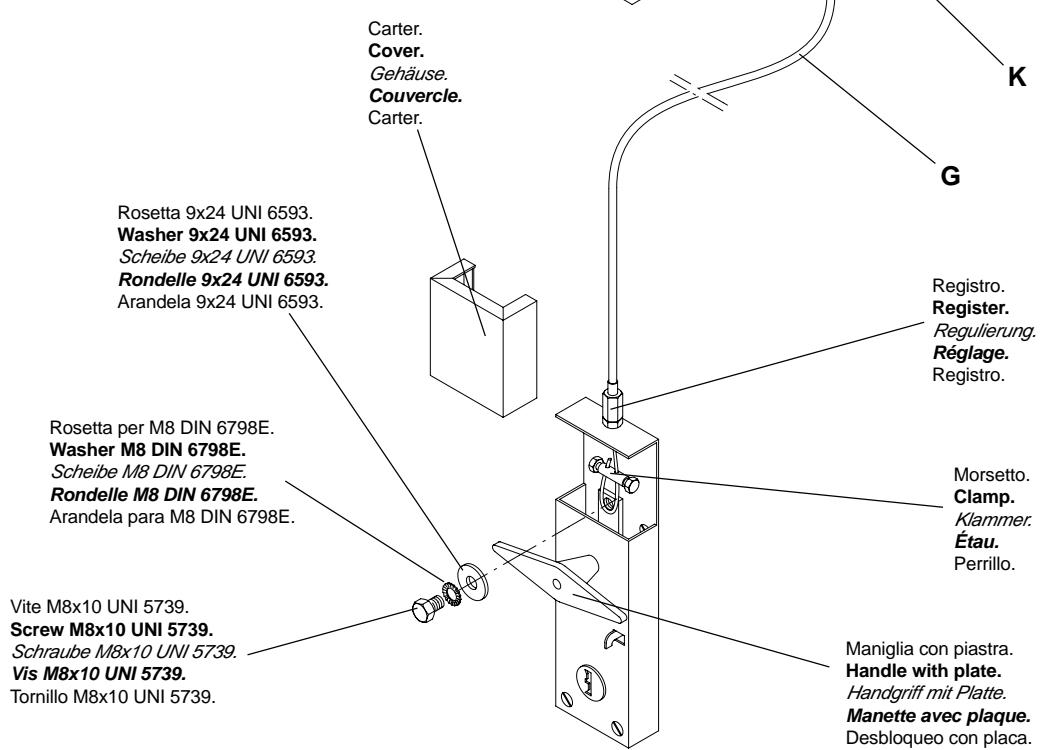

Fig.4
- 3.2 Sblocco interno - esterno a filo art. DU.MS45 (fig.4)**
- Fissare il cavo di acciaio C nella maniglia secondo fig.4.
3.2 Internal release - wire external DU.MS45 (fig.4)
3.2 Innen- und Außenauslösung mit Draht - Artikel DU.MS45 (Bild 4)
- Stahlkabel C in den Handgriff auf dem Bild 4.
3.2 Déblocage intérieur extérieur à câble art. DU.MS45 (fig.4)
- Fixer le câble d'acier C dans la poignée selon la fig.4.
- #### **3.2 Desbloqueo interior - exterior por cable art. DU.MS45 (fig.4)**